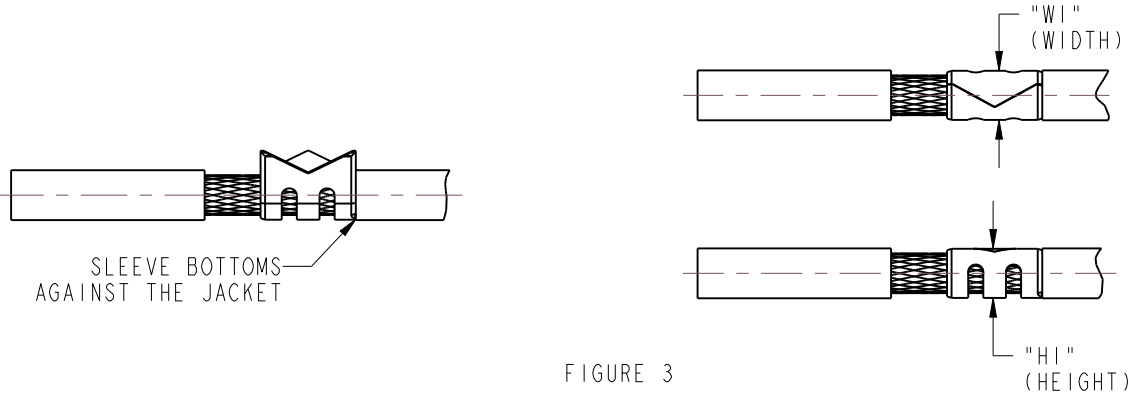

FIGURE 3
2. SLIDE SLEEVE OVER THE BRAID UNTIL IT BOTTOMS AGAINST THE JACKET OF CABLE AND CRIMP SLEEVE AS SHOWN IN FIGURE 3 USING CRIMPING SPECIFICATION IN TABLE 7.1.